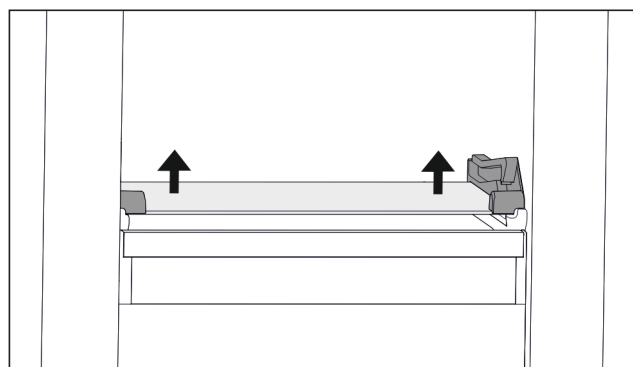

Fig. 70 Tablette en verre du tiroir basculable
- Appuyer des deux côtés sur la tablette en verre de bas en haut. (voir Fig. 70)